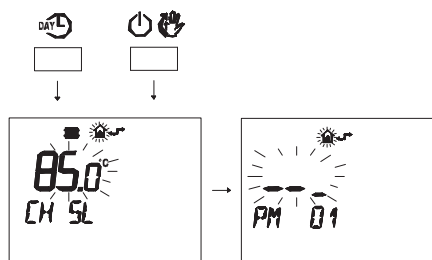

Figura 5.64
- Premere contemporaneamente i pulsanti **DAY** e **CH** per entrare nella programmazione trasparente (Figura 5.64)